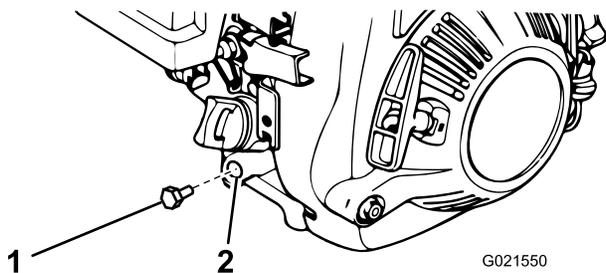

Figura 24
3. Coloque un recipiente debajo del orificio de vaciado de aceite del motor (Figura 24).
4. Retire el tapón de vaciado y recoja el aceite en el recipiente (Figura 24).
5. Cuando se haya drenado completamente el aceite, coloque el tapón de vaciado con una arandela nueva (Figura 24).